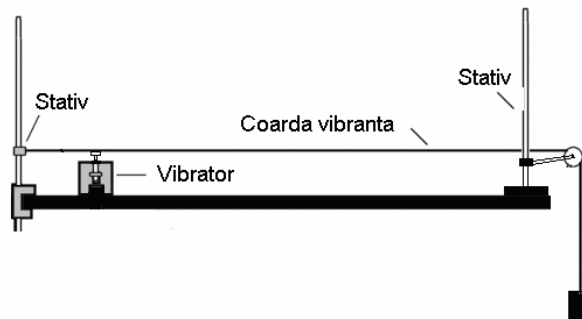

Fig. 1
Pentru producerea undelor stationare transversale vom folosi dispozitivul experimental prezentat in Fig. 1. Coarda se intinde intre doua stative, folosind mufe adecvate. Vibratorul mecanic se alimenteaza de la un generator de tensiune alternativa de frecvență audio reglabilă în domeniul 0 – 10 kHz. Măsurarea frecvenței acestuia se face folosind un multimetru digital, selectându-se scala de 2 kHz.
1. Se fixează vibratorul mecanic în poziție orizontală (Fig. 1).